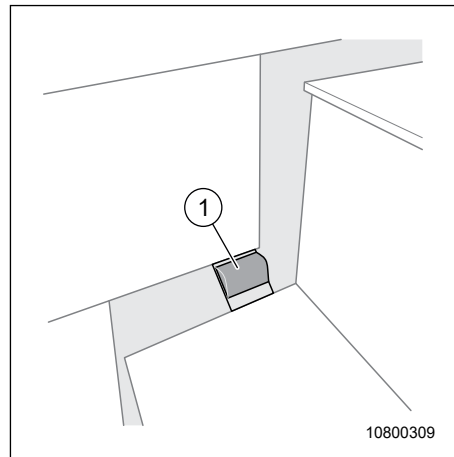

Fig. 70 Déverrouiller le marche-pied
3. Débloquer le verrouillage (Fig. 70, pos. 1) du marche-pied avec le pied.